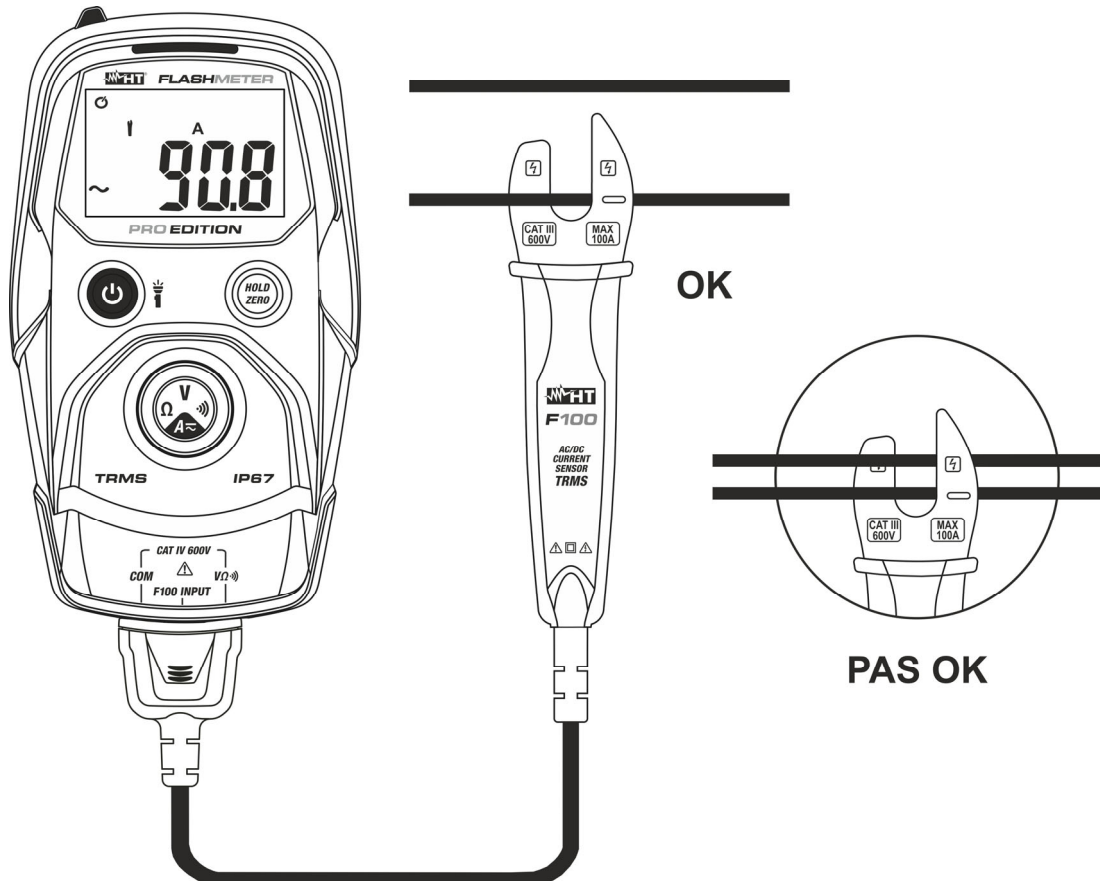

Fig. 7: Utilisation de l'instrument pour la mesure de la Courant CC/CA
4. Connecter la pince F100 au conducteur à tester (voir Fig. 7) en faisant attention au symbole de flèche "**►**" à l'intérieur du tore pour indiquer le sens positif du courant et en le positionnant au centre du tore afin d'obtenir une mesure précise. La valeur actuelle s'affiche à l'écran
5. L'affichage du symbole "-" sur l'écran de l'instrument indique que la courant a une direction opposée par rapport à la connexion de la Fig. 7